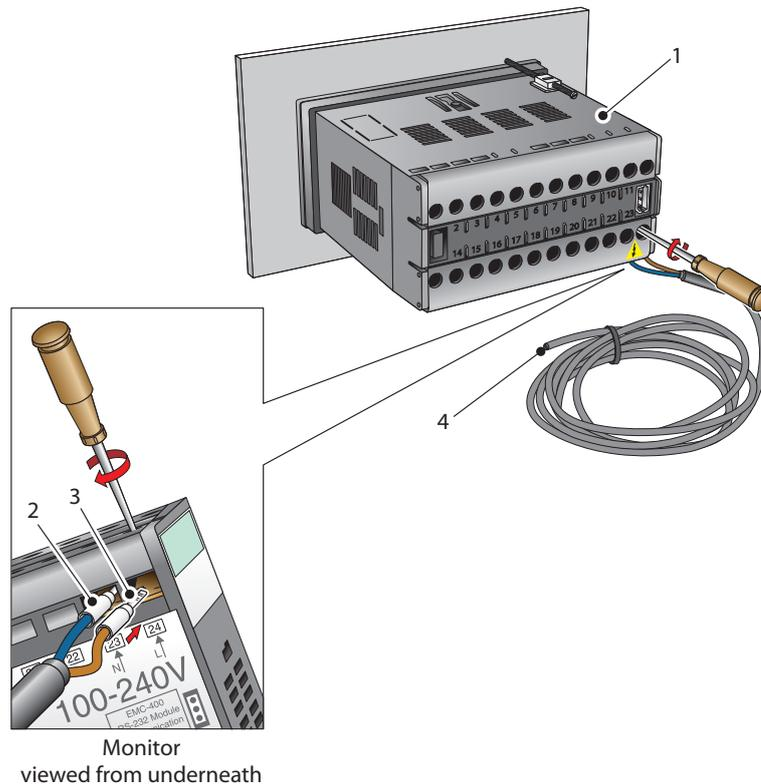

Figure 9 *Branchements de l'alimentation électrique CA*
Brancher l'alimentation électrique CA sur l'indicateur de processus (1) comme indiqué sur la *figure 9*. Consulter aussi le tableau 2 qui donne un résumé de tous les branchements sur le panneau arrière de l'indicateur de processus.
Pour monter l'unité, procéder comme suit (se référer à la *figure 9*):